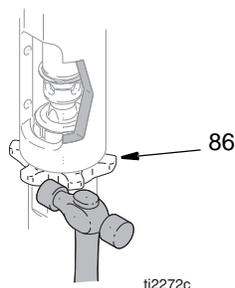

FIG. 9
5. (Fig. 9) Desserrer le contre-écrou (86). Dévisser la pompe (111).